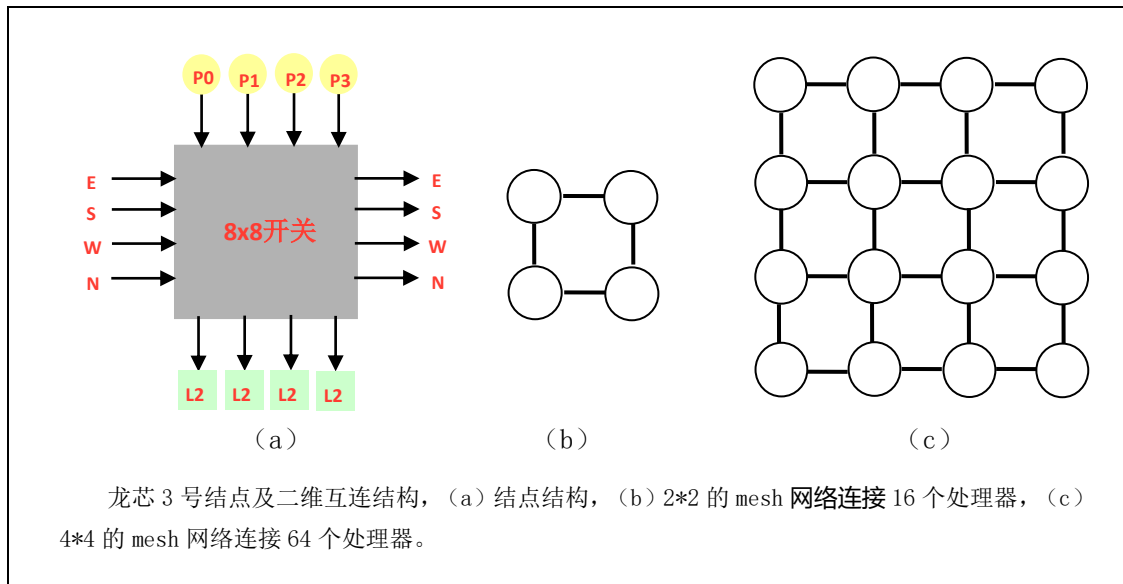

图 1-1 龙芯 3 号系统结构
龙芯 3 号采用的可伸缩互连结构如下图 1-1 所示。龙芯 3 号片内及多片系统通过类似的互连端口以结点为单位实现互连结构，其中每个结点由 8*8 的交叉开关组成，每个交叉开关连接四个处理器核以及四个共享 Cache，并与东 (E) 南 (N) 西 (W) 北 (N) 四个方向的其他结点互连。